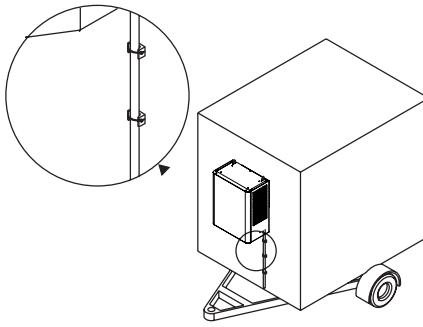

Fig. 1.2.4.b
- A) FIXEZ les supports pour les bandes sur la paroi de la chambre avec des vis autofiletantes (fig 1.2.4.a).
C) FIXEZ la gaine avec spiral à les supports avec des bandes (Fig.1.2.4.b).
E) FIXEZ la tôle de protetion du déchargé avec des vis, à la paroi de la chambre (Fig.1.2.4.c).
Fig. 1.2.4 a